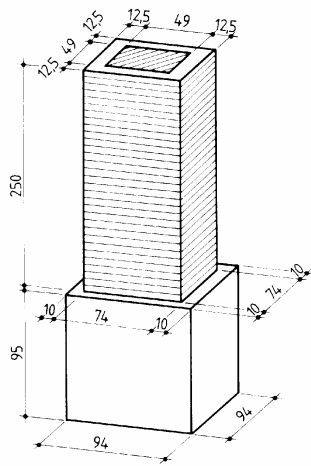

Bild 3.70 Mauerpfeiler
- Mit welcher Gewichtskraft in kN belastet der Mauerpfeiler in Bild 3.70 aus Vollziegeln und Verblendern ($\rho = 1,8 \text{ kg/dm}^3$)? mit dem Einzelfundament aus Normalbeton B15 den Boden? Weitere Dichtewerte sind in der Tabelle Dichte im Anhang zu finden